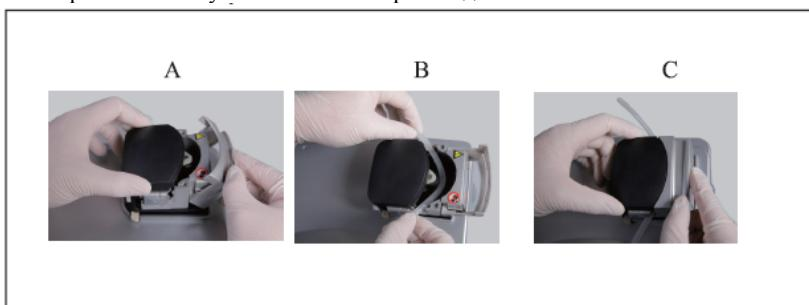

Рисунок 1
- 1) Откройте крышку **Ошибка! Источник ссылки не найден.** (Рисунок 1 - А) до упора.
- 2) Вставьте трубку в рабочее колесо (Рисунок 1- В).
- 3) Закройте плотно крышку (Рисунок 1- С).
Запрещено активировать ножную педаль DS-II (LED) при открытой крышке перистальтической помпы. (Рисунок 1- В) Движущиеся части аппарата могут причинить вред пользователю.